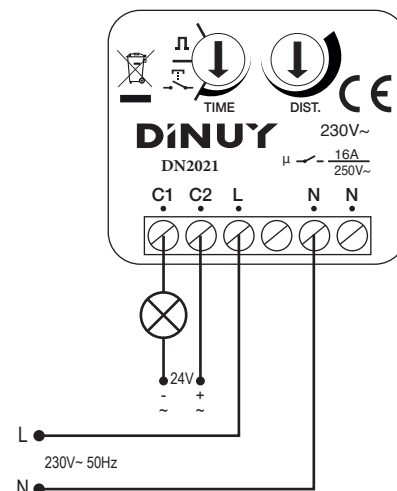

Fig. 4
- Fig. 4: using the output to switch a 24Vdc or 24V~ load.
- Fig. 4: utgangen benyttes for 24 V AC eller DC laster